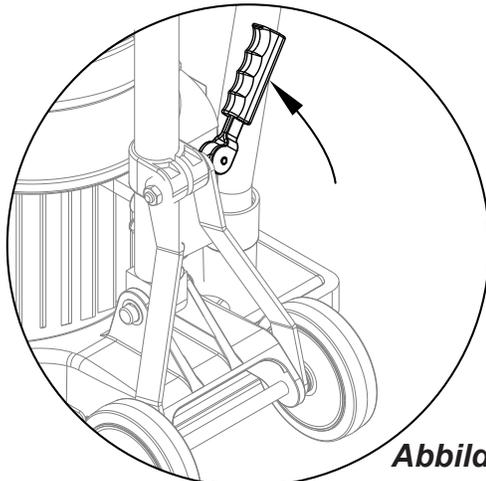

Abbildung 1
2. Heben Sie den Griff an und verriegeln Sie ihn in der aufrechten Stellung. Um den Griff zu verriegeln, ziehen Sie den Hebel für die Griffverriegelung nach oben (siehe *Abbildung 1*).